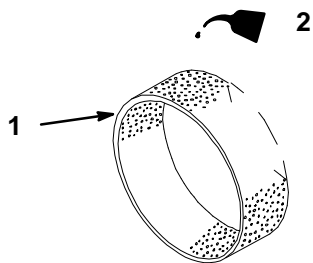

Figure 18
- C. Imbiber l'élément de 30 à 60 ml (1-2 oz.) d'huile, soit une ou deux onces (Fig. 18). Presser l'élément pour bien répartir l'huile.